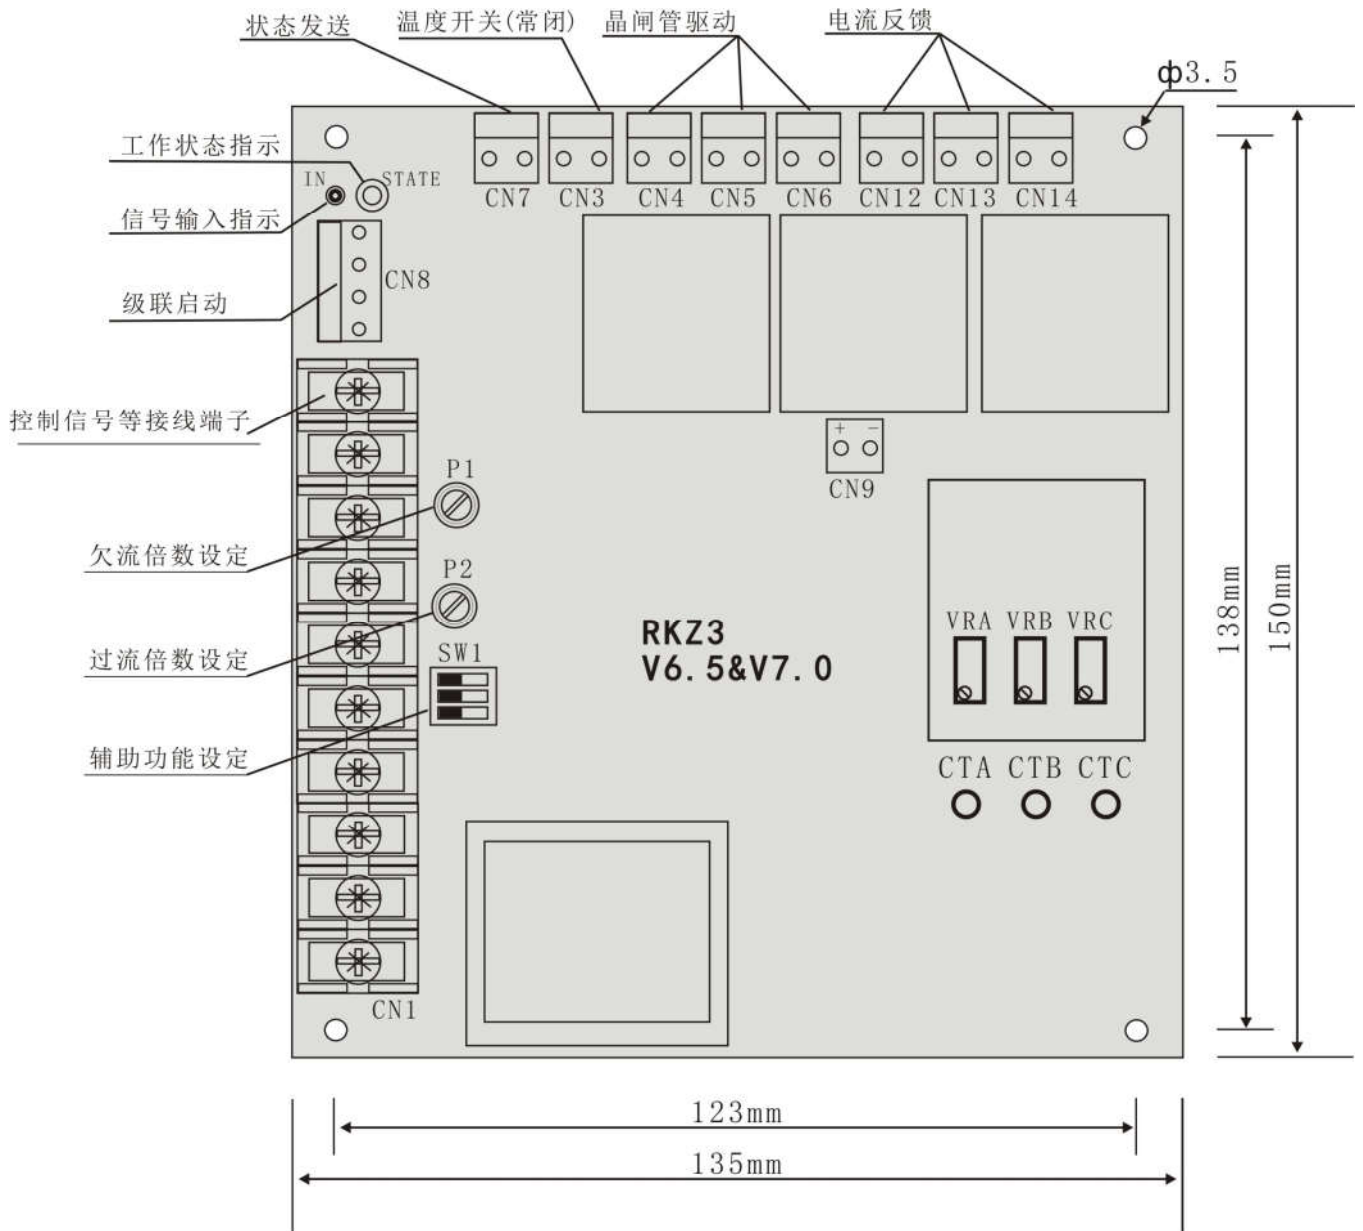

图 7
(1) 可能负载开路或未接负载
(2) 调压器的晶闸管模块击穿损坏。晶闸管模块输出端的电阻一般大于 500K Ω 。
13. KZ3 控制板各部分说明及安装孔尺寸图 (图 7)
我公司调功器的电流报警功能的标定值均是按调功器的额定电流进行标定，客户在实际使用时可能会遇到加热负载正常，但调功器偶发或频繁出现加热器断线报警（状态指示灯红色闪烁），可能原因是欠流报警灵敏度设置过高或负载的实际使用电流低于调功器额定电流的 60%，如欠流报警灵敏度设置过高，检查调功器欠流报警设定电位器 P1（见图 7）的设置，可将 P1 调整指向 30%（需逆时针旋转）以降低报警灵敏度，重新上电解除报警，观察负载电流及调功器状态，以确定是否解决此问题。如未能解决，可参照下述步骤和方法重新进行标定，具体方法如下：
注：各个操作、测量点位见图 7。